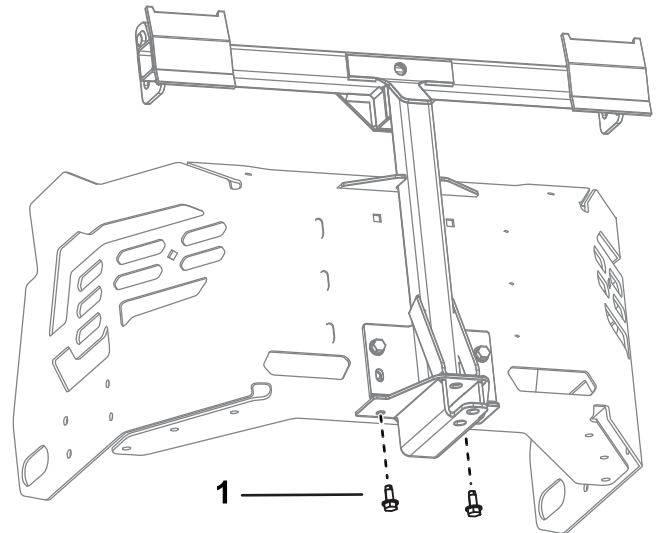

Figura 16
3. Rimuovete le 2 viti autofilettanti preesistenti dalla parte inferiore del telaio della macchina (Figura 16).
5. Posizionate il telaio orientabile verso l'alto e fissate il telaio orientabile alla parte inferiore del telaio della macchina utilizzando 2 viti autofilettanti (5/16" x 3/4"), come illustrato nella Figura 16.